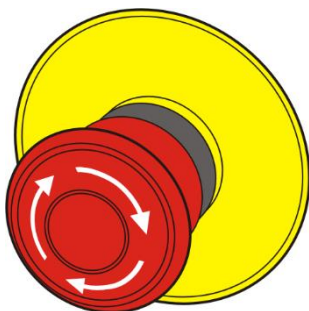

Abb.63: Not-Aus-Taster
2. Not-Aus-Taster durch Drehen (Abb. 63) entriegeln.